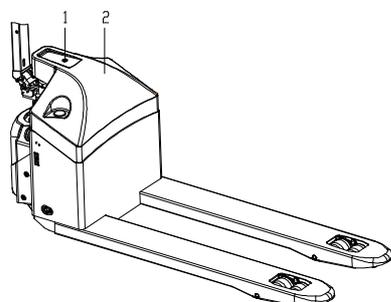

Рис. 11
- (Рис.11) Выкрутите винт 1 и снимите крышку 2;